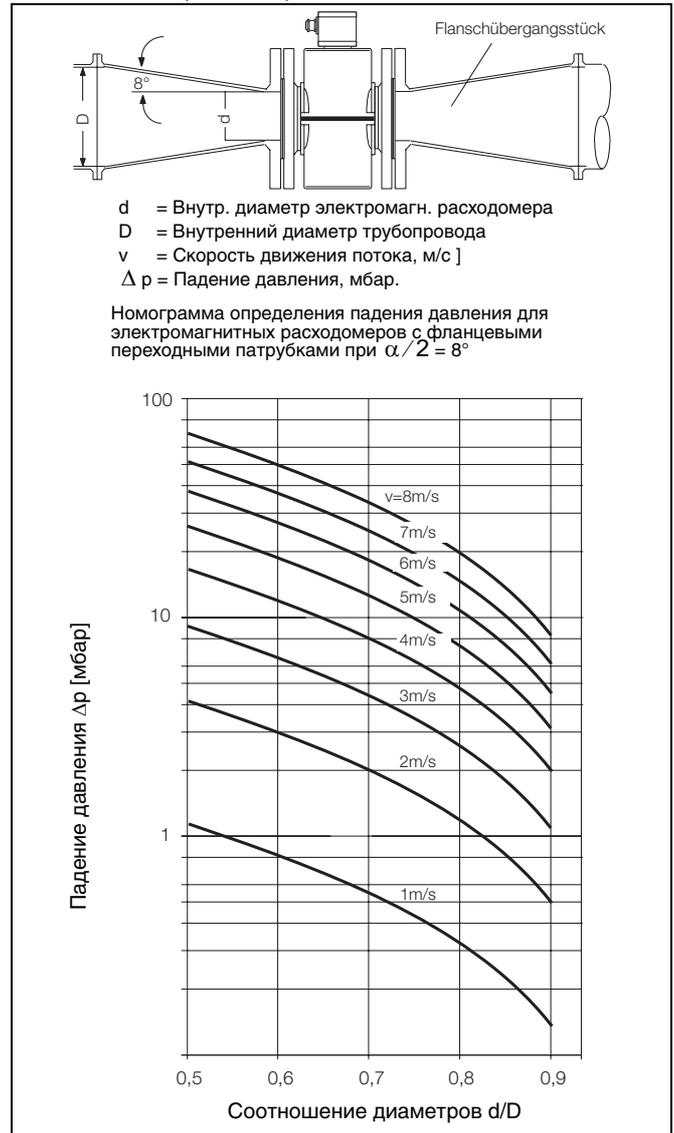

Рис. 17: Номограмма падения давления для электромагнитных расходомеров.
Первичные преобразователи расходомеров могут легко монтироваться в трубопроводах больших размеров с использованием переходников (например, фланцевых конических переходников по DIN EN 545). Возникающее при этом падение давления можно определить с помощью приведенной на Рис. 17 номограммы. Используется следующая методика определения падения давления:
3. С помощью Рис. 17 определите значения падения давления на оси  $y$ , в точке пересечения с прямой, проведенной через значение отношения диаметра на оси  $x$  с кривой скорости потока.